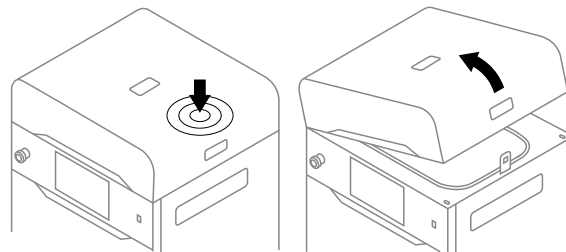

Abb. 6.4 Anheben des Druckerdeckels.
2. Drücke den Deckel auf und ziehe ihn mit dem Deckelgriff hoch (Abb. 6.4).